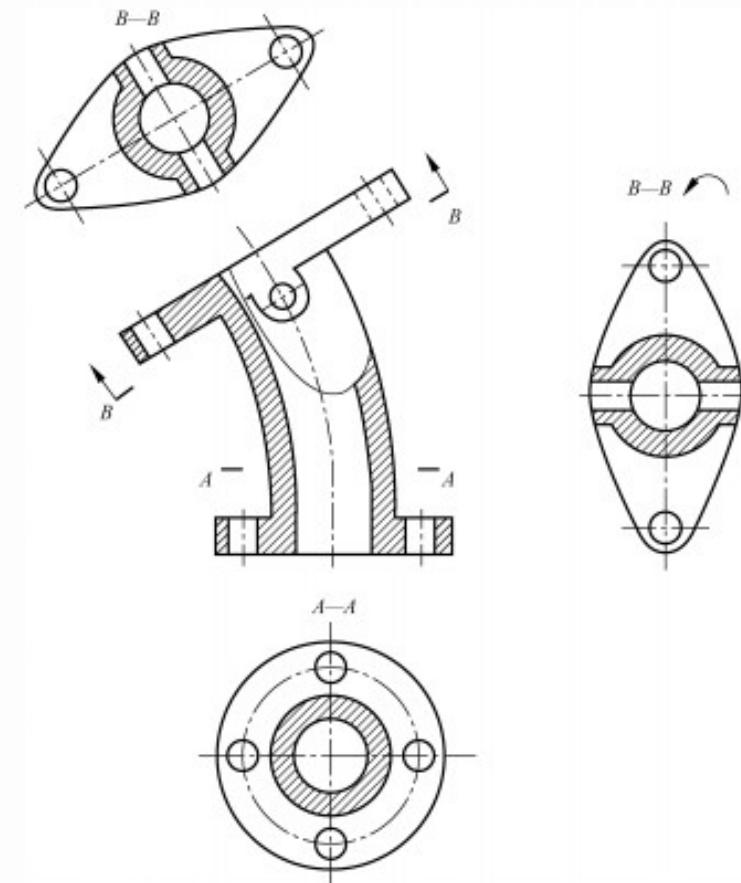

图 4-15 弯管的剖视图
(1) 单一剖切面：用一个剖切面剖切机件称为单一剖切面。图 4-15 中的“B—B”剖视图也采用单一剖切面剖切得到，采用单一斜剖面剖切所得的剖视图，还允许将图形旋转。